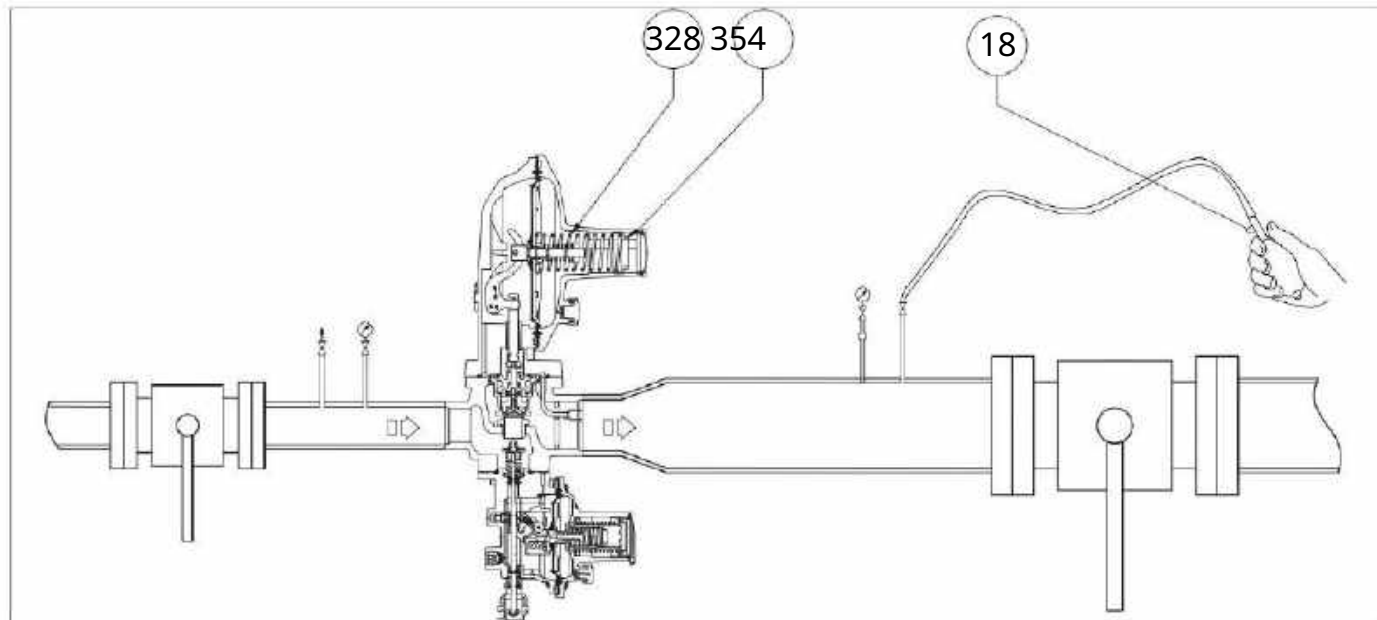
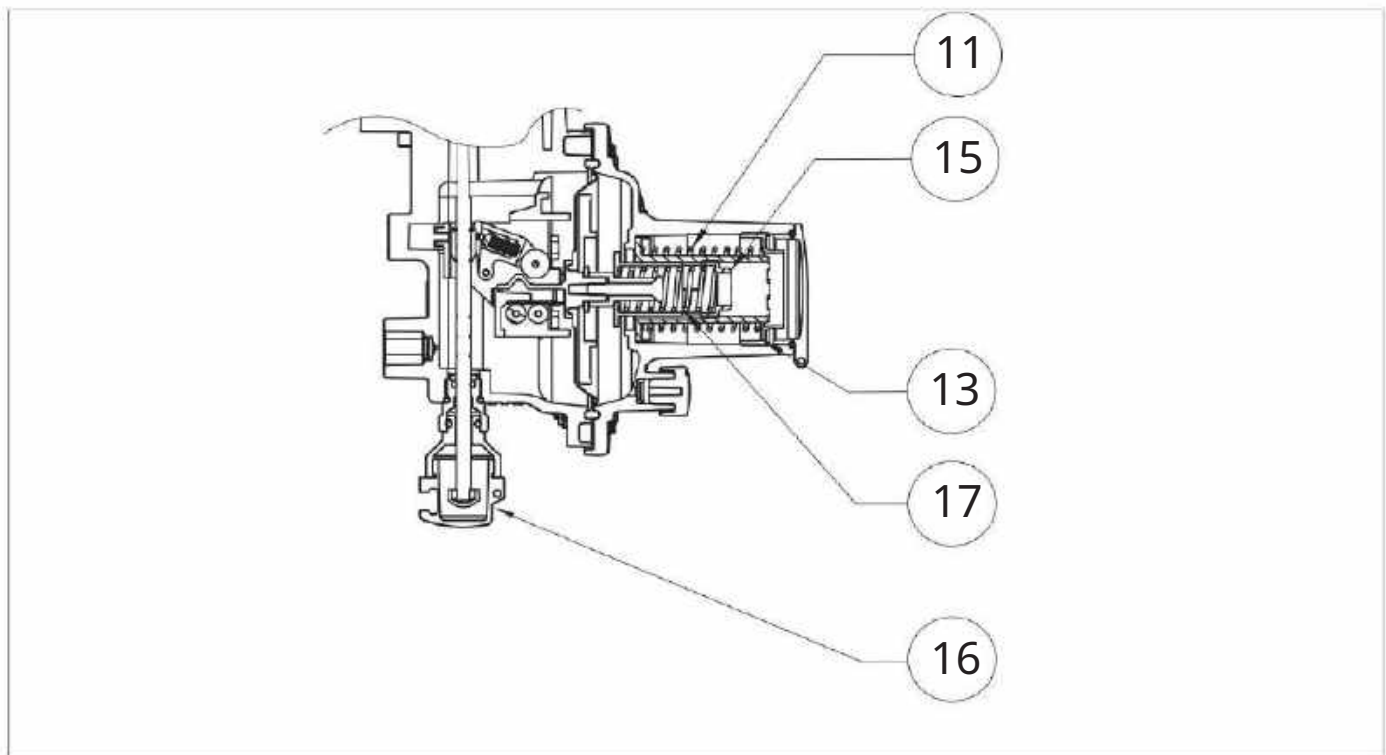
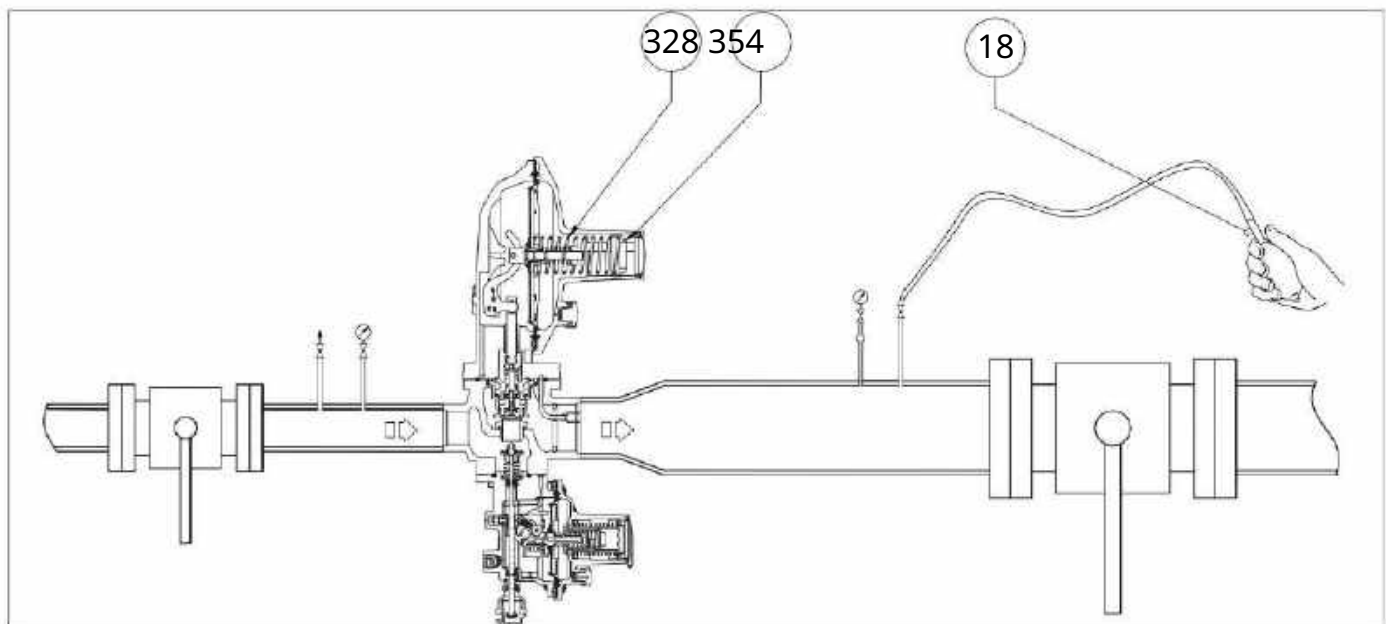

Fig. 8.22.
Fig. 8.20. Calibrarea presostatului pentru supapa de închidere LA
Fig. 8.21. Presurizare cu sursă externă pentru supapă de închidere LA încorporată
Creșteți presiunea din aval până la valoarea de declanșare a supapei de închidere, conectând o sursă de presiune externă la robinetul de purjare (Fig. 8.20, ref. 6) amplasat pe conducta din aval, având grijă să deschideți un robinet de purjare suplimentar (Fig. 8.22, ref. 18).  ÎNȘTIINȚARE!
1	Verificați presiunea referitor la manometrul din aval (Fig. 8.20, ref. 5). Dacă supapa de închidere: • declanșează înainte de valoarea presiunii așteptate: înșurubați (în sensul acelor de ceasornic) piulița a inelă de reglare (13) pentru a comprima și mai mult arcul (11); • nu se declanșează la valoarea presiunii așteptate: desșurubați (în sens invers acelor de ceasornic) piulița a inelă de reglare (13) pentru a debloca arcul (11).
2	Reduceți presiunea secțiunii din aval prin deschiderea robinetului de purjare suplimentar (Fig. 8.22, ref. 18) pentru a-l aduce la valoarea de calibrare a regulatorului principal.
3	Închideți robinetul de purjare suplimentar (Fig. 8.22, ref. 18).
6	Deconectați sursa externă de presiune de la robinetul de purjare (Fig. 8.20, ref. 6).
1	Deschideți parțial robinetul de purjare (Fig. 8.20, ref. 6) în atmosferă și mențineți-l deschis pentru pașii următori.
22	Rotiți inelul de reglare (Fig. 8.20, ref. 3) a regulatorului în sens invers acelor de ceasornic pentru a scădea presiunea din aval (Pd) la presiunea minimă necesară pentru declanșarea supapei de închidere.
33	Dacă este necesar, scoateți capacul de închidere (Fig. 8.22, ref. 354) împreună cu inelul de reglare și scoateți arcul de reglare (Fig. 8.22, ref. 328).  ÎNȘTIINȚARE! Verificați valoarea presiunii de declanșare a supapei de închidere indicată pe manometrul din aval (Fig. 8.20, ref. 5).
44	Dacă supapa de închidere: • se declanșează înainte de valoarea presiunii preconizate, se desurubea (în sens invers acelor de ceasornic) piulița a inelului de reglare (Fig. 8.21, ref. 15), pentru a elibera arcul (Fig. 8.21, ref. 17); • nu se declanșează la valoarea presiunii așteptate, înșurubați (în sensul acelor de ceasornic) piulița a inelului de reglare (Fig. 8.21, ref. 15) pentru a comprima în continuare arcul (Fig. 8.21, ref. 17).
55	După ce ați verificat dacă supapa de închidere se declanșează la valoarea prestabilită, procedați după cum urmează: 1. Închideți robinetul de aerisire (Fig. 8.20, ref. 6) 2. Poziționați arcul de reglare (Fig. 8.21, ref. 328), capacul de capăt (Fig. 8.22, ref. 354), piulița a inelului de reglare (Fig. 8.20, ref. 3) 3. Deschideți încet robinetul de închidere din amonte (V1) până când valoarea presiunii din aval (Pd) atinge valoarea de calibrare a regulatorului, cu referire la manometrul din aval (Fig. 8.20, ref. 5) 4. Închideți robinetul de închidere din amonte (V1) 5. Deschideți lent și parțial supapa de aerisire (Fig. 8.20, ref. 6) pentru a scădea presiunea din aval referitor la manometrul din aval (Fig. 8.20, ref. 5) până când atinge valoarea minimă de declanșare a presiunii 6. Verificați arcul de presiune minimă pentru calibrarea corectă repetând pașii 2-3-4 de cel puțin trei ori 7. Calibrați regulatorul principal cu referire la alin. „8.5 - Procedura de punere în funcțiune a regulatorului”
66	Deschideți supapa de închidere acționând asupra butonului de resetare (Fig. 8.21, ref. 16) și mențineți-o deschisă manual.
77	Rotiți inelul de reglare în sensul acelor de ceasornic (Fig. 8.20, ref. 3) pentru a crește presiunea din aval până la valoarea de referință a regulatorului.
99	Închideți robinetul de purjare (Fig. 8.20, ref. 6).